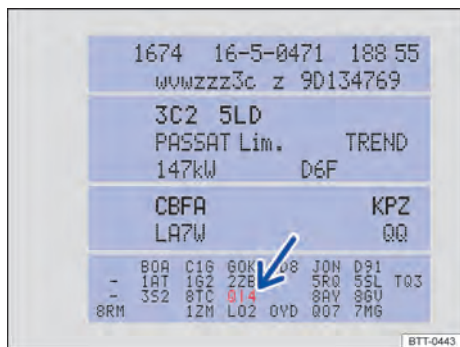

Fig. 264 Etiqueta de dados do veículo com número PR do respectivo serviço (Representação esquemática).
- Pelo número PR da etiqueta de dados do veículo → Fig. 264 (seta) → Página 398.